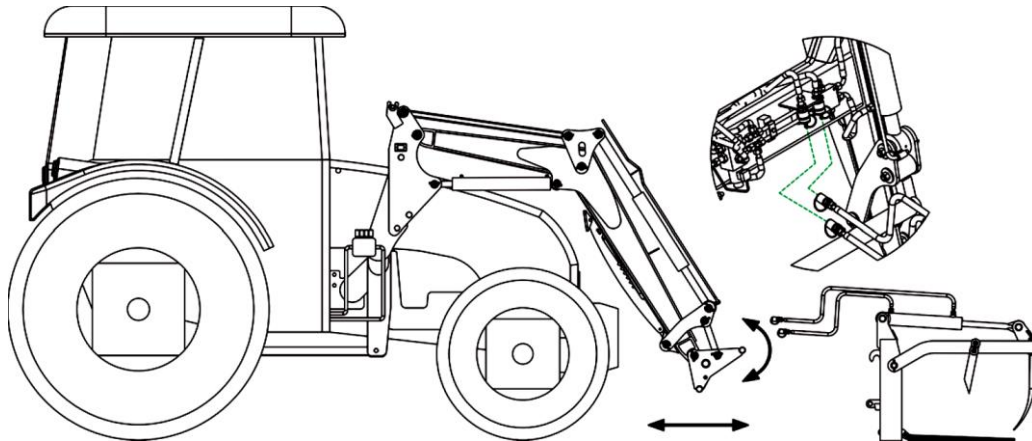

Рисунок 17 Монтаж органа требующего соединения с системой гидравлической системы
- подъехать к органа (1) установленному на плоском, выровненном и упрочненном основании,
- опустить погрузчик до момента, при котором рама агрегатирования (2) найдется ниже крюков сцепки органа (1),
- опустить раму агрегатирования (2) вниз,
- разместить сцепки органа (1) в направляющих рамы агрегатирования (2),
- гидравлические шланги органа соединить с гидравлической системой цилиндра как указано на рис. 17.